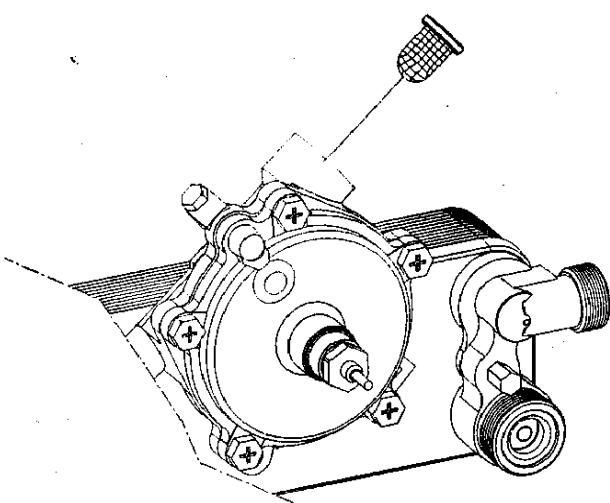

Fig. 27 - Filtre sanitaire
- contrôler et nettoyer le filtre d'eau froide sanitaire (Fig. 27).